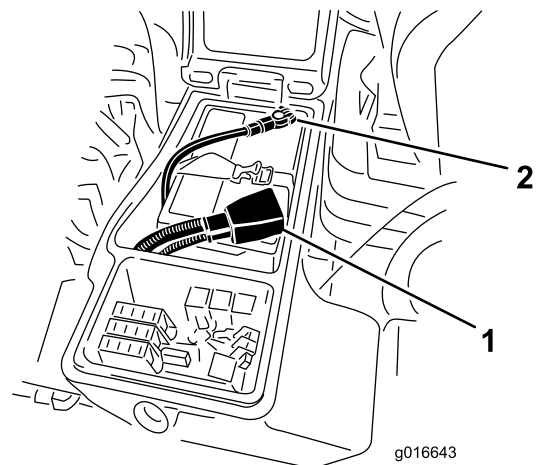

Figura 58
6. Conecte el cable positivo (rojo) al borne positivo (+) y el cable negativo (negro) al borne negativo (-) de la batería (Figura 58).